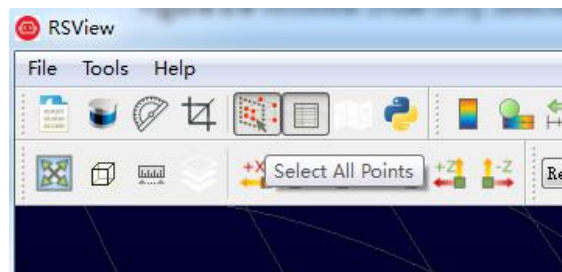

图 B-18 RSView Select All Points 工具
8. 点击 **Select All Points** 工具, 这使得您的鼠标变成一个数据点选择工具(图 B-18)。